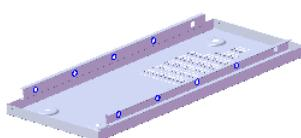

图 17.9.57 创建阵列（线性）1
Step26. 创建图 17.9.57 所示的阵列（线性）1。
- (1) 选择命令。选择下拉菜单 **插入(I)** → **阵列/镜向(E)** → **线性阵列(L)...** 命令，系统弹出“线性阵列”对话框。
- (2) 定义阵列源特征。单击 **要阵列的特征(E)** 区域中的文本框，选取设计树中的孔 1 作为阵列的源特征。